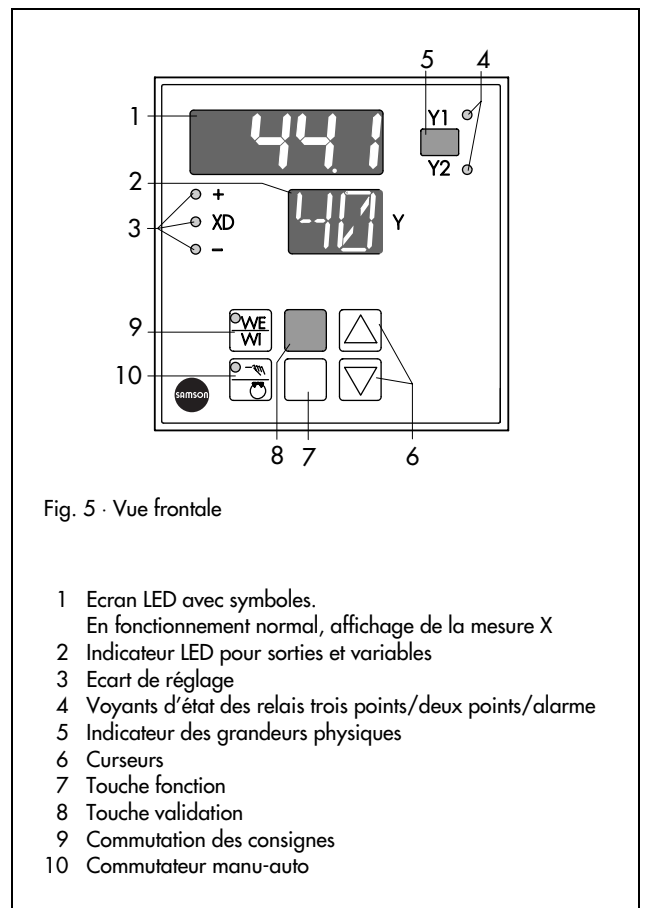

Fig. 5 · Vue frontale
Pour le raccordement du transmetteur (1) en technique 2 fils (fig. 4), le régulateur est prévu avec une alimentation interne en tension de +24 V / max.30 mA (fig. 5). Le régulateur (2) reçoit un signal courant continu de 4 à 20 mA. Une liaison interne (4) a lieu entre les pôles moins.
La commutation consigne interne/consigne externe a lieu soit par la touche 9 (fig. 5), soit par un signal externe passant par les bornes 12 et 5 (voir schéma de raccordement).
Manipulation (fig. 5)